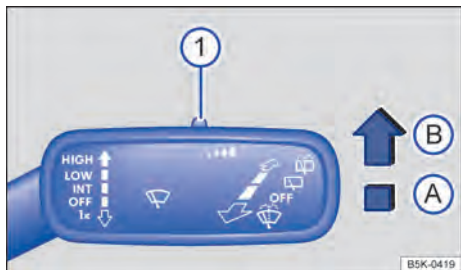

Fig. 112 À direita da coluna de direção: alavanca dos limpadores dos vidros.
A sensibilidade do sensor de chuva e de luz pode ser ajustada manualmente com o interruptor na alavanca dos limpadores dos vidros → Fig. 112 ① → ▲.
Pressionar a alavanca para a posição desejada → Fig. 112: